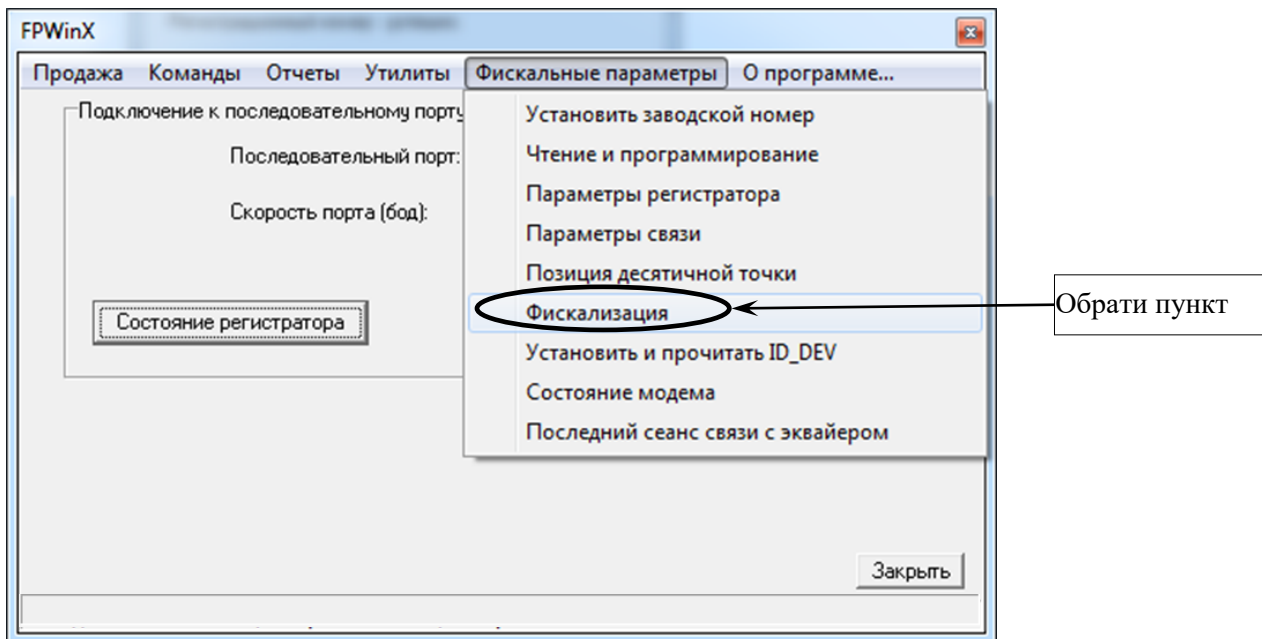

Рисунок 20
5.9 У вікні програми «FPWinX.exe» обрати закладку «Фискальные параметры», далі у випадаючому меню обрати пункт «Фискализация» (рисунок 20).